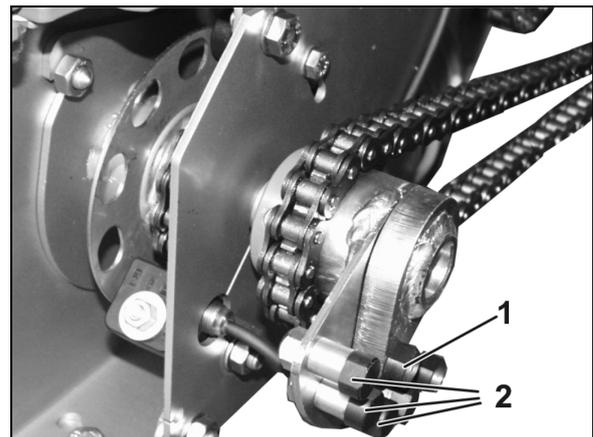

Fig. 106
Kommt es zum Blockieren der Dosierwalze durch Fremdkörper im Dosierer, schert eine Kunststoffschraube (Fig. 106/1) ab und der Antrieb wird zur Vermeidung von Schäden unterbrochen.
3. Ersatzschraube (Fig. 106/2) aus der Halterung nehmen.